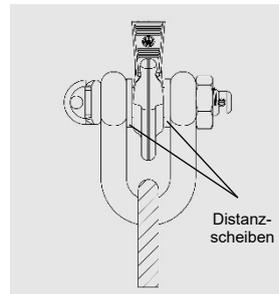

Bild 3: Richtig
- » Mit Distanzscheiben auf beiden Seiten des Bolzens werden einseitige Belastungen des Schäkels vermieden (siehe Bild 3 und 4). Die Innenbreite darf nicht durch an die Schäkelaugen geschweißte Scheiben oder Distanzstücke oder durch Verbiegen des Bügels vermindert werden.